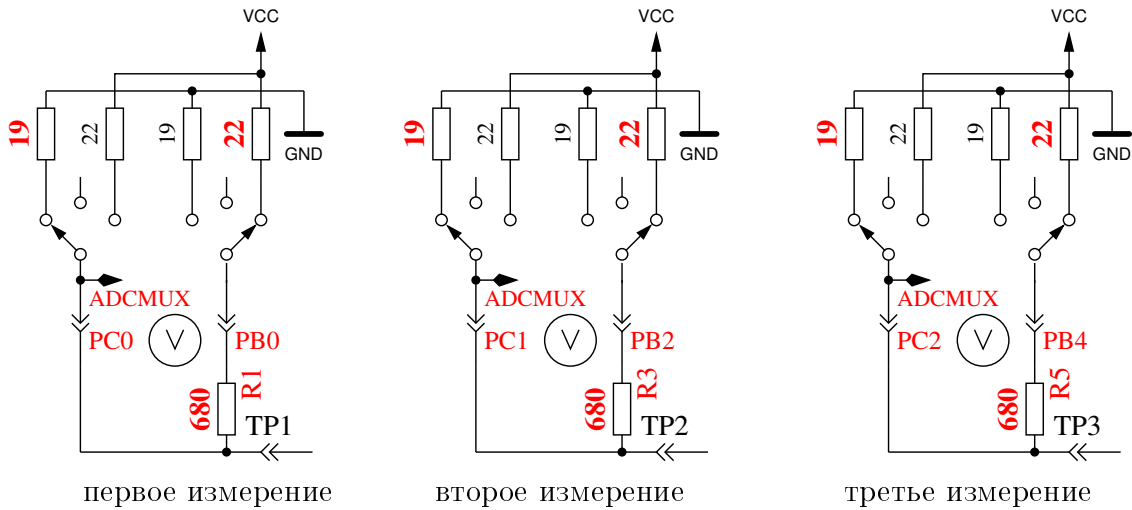

Рис. 5.66. Измерение внутреннего сопротивления порта Ц подключением выходных контактов к ГНД
8. **Измерение внутреннего сопротивления порта подключением выходных контактов к ГНД.** Этот и следующие тесты будут проведены, если выбрана опция АУТО_ЦАЛ. Внутреннее сопротивление порта Ц с выходами, подключенными к ГНД, измеряюща по току через подключенные к ВЦЦ (+5 V) резисторы 680Ω , смотри рисунок 5.66. Могут быть измерены только три вывода порта АЦП. Внутреннее сопротивление портов Б (ПБ0, ПБ2 и ПБ4) не может быть измерено без изменения аппаратных средств. Будем считать, что внутреннее сопротивление порта для различных портов практически одинаково. Величина сопротивления будет определена в следующем тесте.